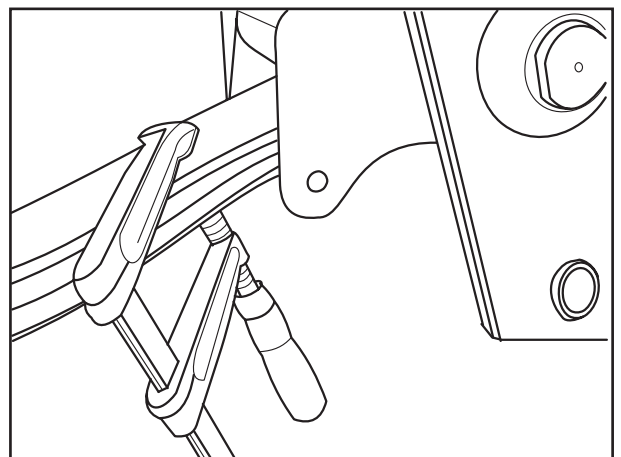

Рис. 15
- в листовых рессорах с поджимом необходимо сжать рессору струбциной (рис. 15).